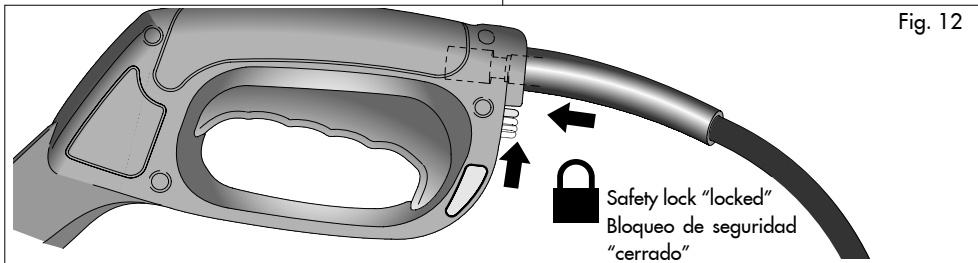

Fig. 12
- Connect high pressure hose to the gun and then lock hose safety device. (Fig. 12)
- Conectar la manguera de alta presión a la pistola y a continuación cerrar el dispositivo de la manguera de seguridad. (Fig.12)